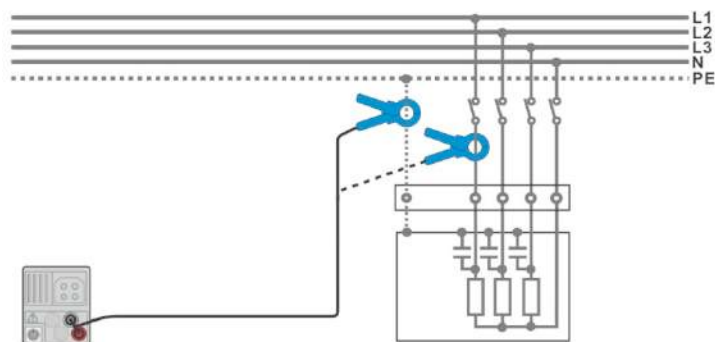

Рисунок 7.65: Измерения тока утечки и тока нагрузки.
- › Подключите клещи к испытываемому объекту, см. **Рисунок 7.65: Измерения тока утечки и тока нагрузки.**